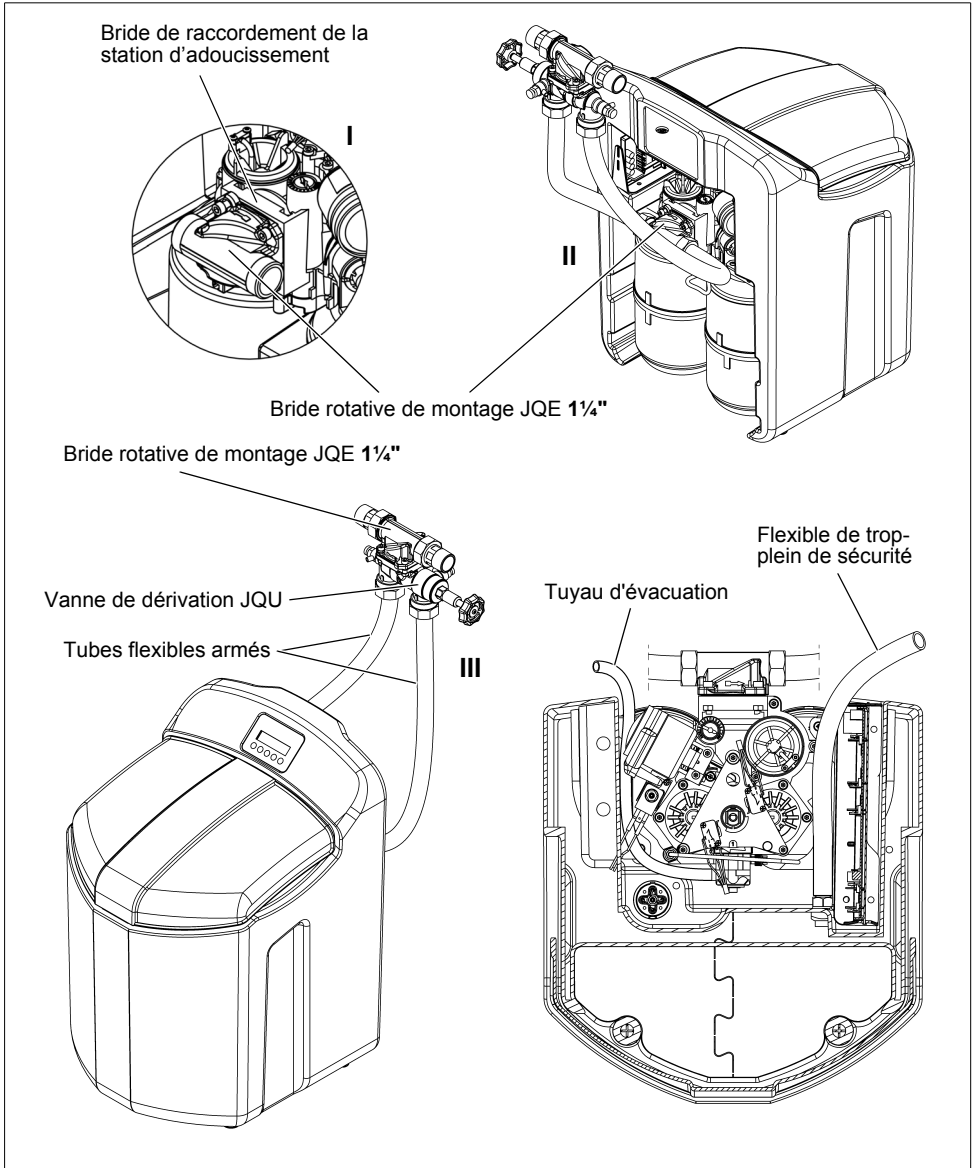

Fig. 5 : Montage de la station d'adoucissement
- Raccorder la bride rotative de montage JQE 1 1/4" avec la bride de raccordement de la station d'adoucissement en enclenchant la baïonnette (siehe Abb. 5 I). Observer ici la flèche du sens d'écoulement sur la bride rotative de montage !
- Raccorder les tubes flexibles armés à la bride rotative de montage JQE 1 1/4" (siehe Abb. 5 II).
- Raccorder les extrémités libres des tubes flexibles armés à la vanne de dérivation JQU (cf. fig. 5 III). Ici aussi, respecter le sens d'écoulement !